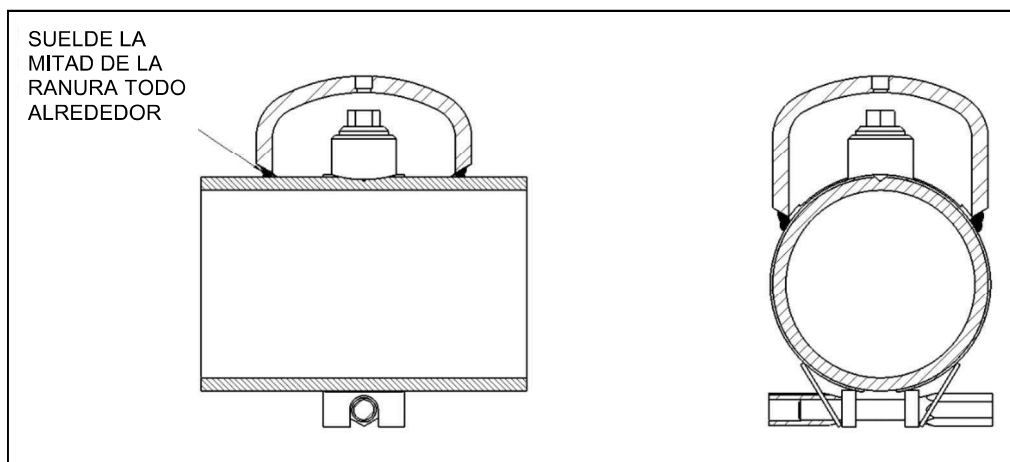

Figura 4
7. Suelde el capuchón soldable "Weld+Cap" a la banda de tensión y al tubo llenando aproximadamente la mitad de la ranura en todo alrededor del capuchón soldable "Weld+Cap" como se muestra en la Figura 4.